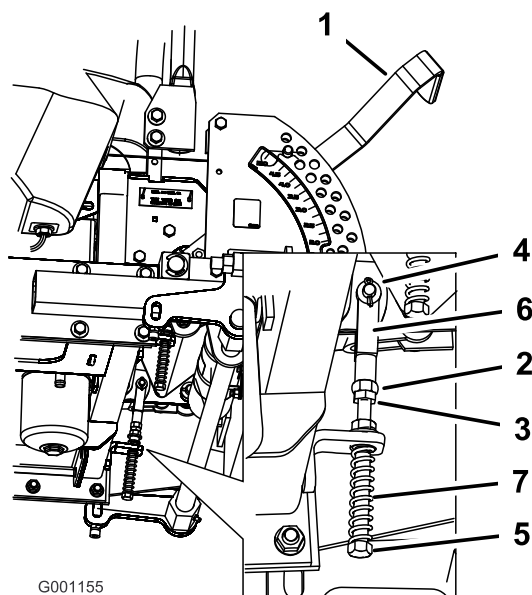

Figure 93
8. Si un réglage s'impose, desserrez l'écrou et l'écrou de blocage vissés contre la chape (Figure 93).
9. Tout en appliquant une légère pression à l'arrière du levier, tournez la tête du boulon de réglage dans le sens voulu pour centrer le levier à la position de VERROUILLAGE AU POINT MORT (Figure 93).
10. Serrez l'écrou et l'écrou de blocage (Figure 93).